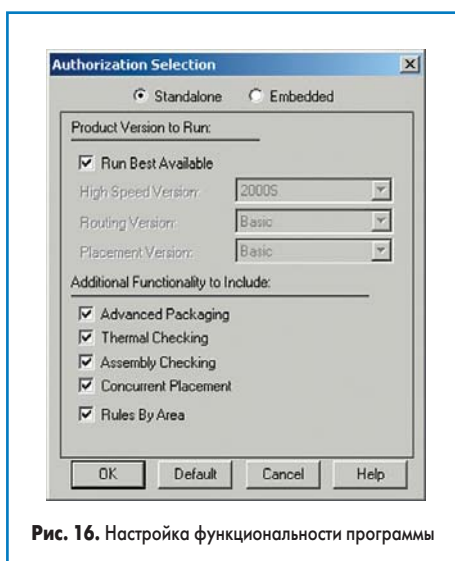

Рис. 16. Настройка функциональности программы
На экране появится диалоговое окно Authorization Selection (рис. 16). В общем случае, особенно при работе на автономных рабочих местах (локальная лицензия), рекомендуется включать опцию Run Best Available, предписывающую системе использовать максимально доступную конфигурацию инструментов трассировщика.
2. Убедимся, что все настройки программы выполнены так, как показано на рис. 16, и нажатием кнопки ОК закроем окно.